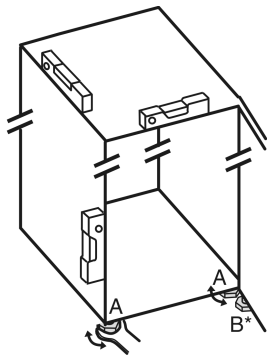

Fig. 27
- ▶ Svitare i piedini regolabili Fig. 27 (A) con la chiave a forchetta contenuta nella fornitura e con l'aiuto di una bilancia idrostatica, finché l'apparecchio non si trova in posizione stabile e piana.
- ▶ Con la chiave a forchetta in dotazione, svitare il piedino regolabile Fig. 27 (B) sul cuscinetto di supporto inferiore, fino a farlo appoggiare sul pavimento.
- ▶ Ruotare ulteriormente il piedino regolabile Fig. 27 (B) di 90°.